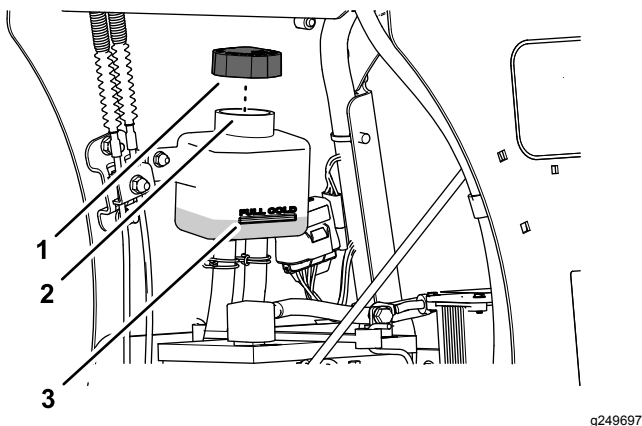

Figure 53
3. Enlevez le bouchon du vase d'expansion et contrôlez le niveau de liquide de transmission à l'intérieur (Figure 53).
4. Au besoin, faites l'appoint de liquide de transmission spécifié jusqu'à ce que le niveau atteigne le repère maximum à froid sur le vase d'expansion (Figure 53).
4. Continuez d'ajouter le liquide de transmission spécifié jusqu'à ce qu'il atteigne le repère maximum à froid sur le vase d'expansion; voir Figure 53 sous Contrôle du niveau d'huile de transmission \(page 46\).